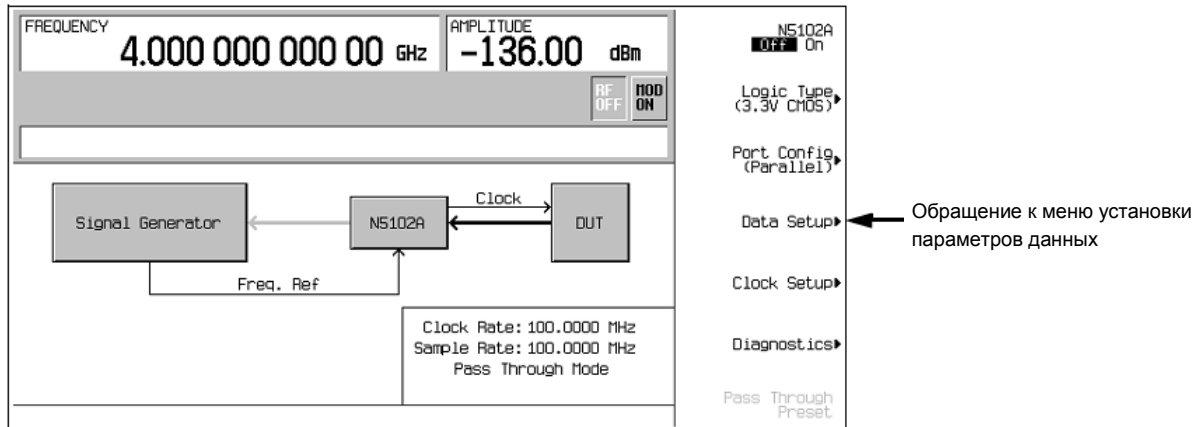

Рисунок 12-19. Местонахождение меню установки параметров данных
1. Нажмите функциональную клавишу **Data Setup** (см. **Рисунок 12-19**).